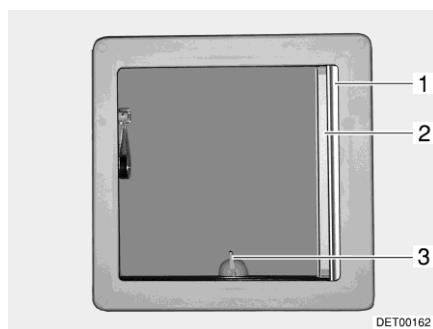
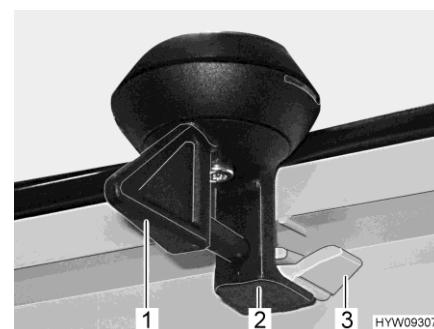

Fig. 80 Claraboya inclinable
Fig. 81 Bloqueo (claraboya inclinable)
- Girar la palanca (Fig. 80,3 ó Fig. 81,1) un cuarto de vuelta.
- Girar la palanca un cuarto de vuelta. El bloqueo (Fig. 81,2) tiene que deslizarse al interior de la pestaña inferior (Fig. 81,3).
- Extraer del estor plegable (Fig. 80,1) y soltarlo en la posición deseada. El estor plegable se queda fijo en esta posición.
- Tirar la mosquitera enrollable (Fig. 80,2) hasta que engatille en el bloqueo del lado contrario.